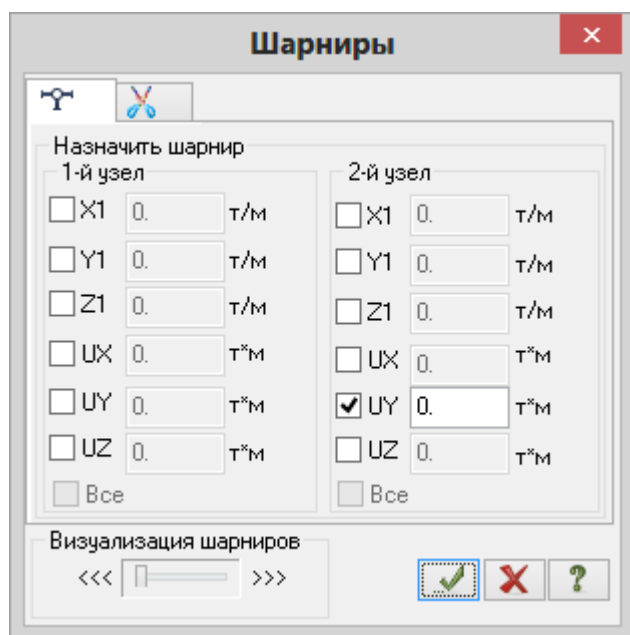

Рис.3.4. Диалоговое окно Шарниры
- Щелчком по кнопке  – **Шарниры** (панель **Редактирование стержней** на контекстной вкладке **Стержни**) вызовите диалоговое окно **Шарниры** (рис.3.4).